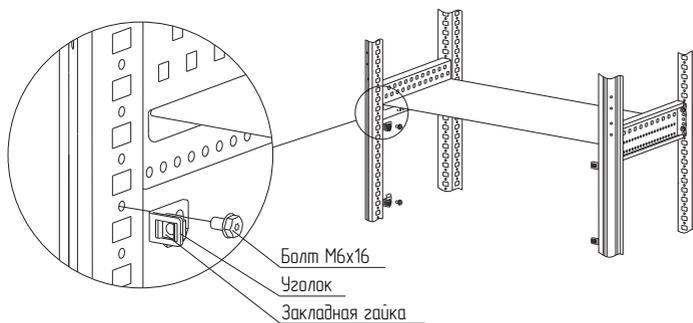

Рисунок 46
4.25.2 В уголки установить закладные гайки и закрепить на каркасе в местах, соответствующих высоте фальш-панели внешней (рисунок 46) болтами М6×16, момент затяжки – 7 Н·м.